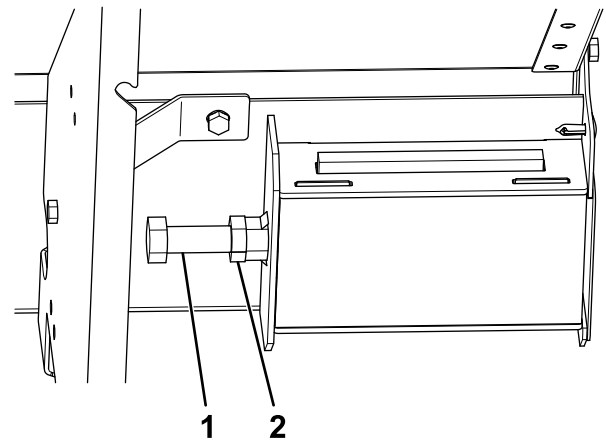

Bild 27
4. Lockern Sie die Klemmmuttern an den Seiten des Streuers, um die Spannung einzustellen (Bild 27).